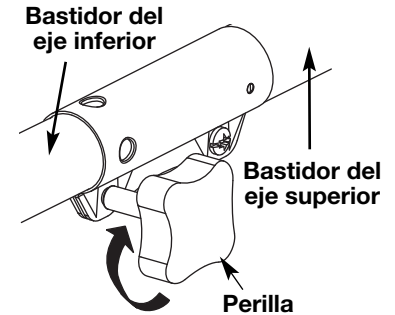

Fig. 14
4. Dé vuelta a la perilla a la derecha para trabar el acoplador (Fig. 14).